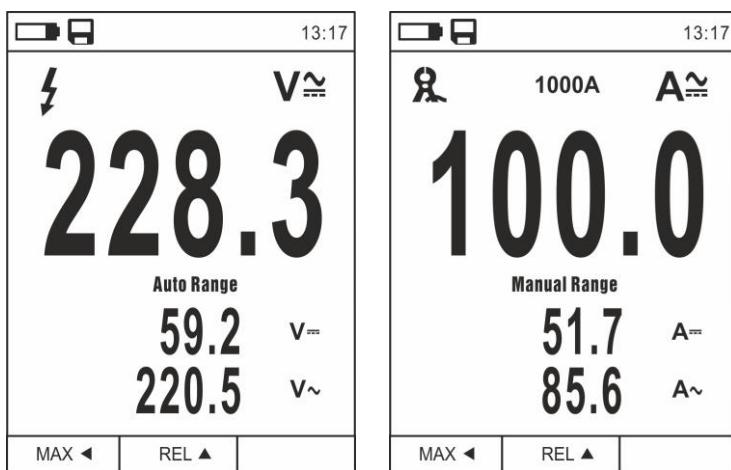

Fig. 6: Description mesure tension et courant AC+DC
2. Appuyer sur la touche **MODE** et sélectionner les modes « **V ---** », « **A ---** », « **mA ---** » ou « **$\mu\text{A}\text{---}$** » (voir Fig. 6)